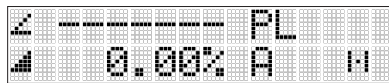

Abb. 23: PlaneLok-Anzeige am Laser
- 7.) Der Laser sucht nach dem Empfänger. Die Displays von Laser und Empfänger zeigen den blinkenden Hinweis „-PL-“, während der Laser sucht und den Strahl auf Soll bringt (vgl. Abb. 23). Sobald die PlaneLok-Position erreicht ist, blinkt „-PL-“ an Laser und Empfänger nicht mehr.